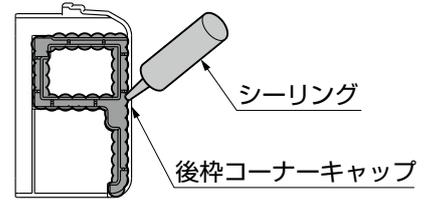
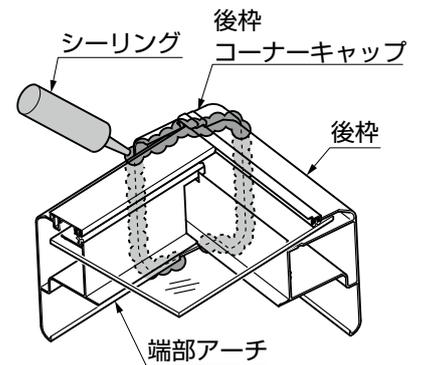

図3-16 後枠コーナーキャップ
図3-17 後枠コーナーキャップ
- ① コーナーキャップにシーリングをしてください。(図3-16、3-19参照)
- ② コーナーキャップを前枠、後枠に「φ4×13ナベドリルネジ」で取付けてください。
- ③ コーナーキャップと各部材の接する箇所にシーリングをしてください。(図3-17、3-20参照)